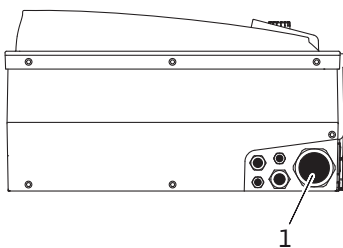

Рис. 25: Кабельный ввод M25/M40
- Кабель для подключения к сети нужно проводить через кабельный ввод M25/M40 (рис. 25, поз. 1).